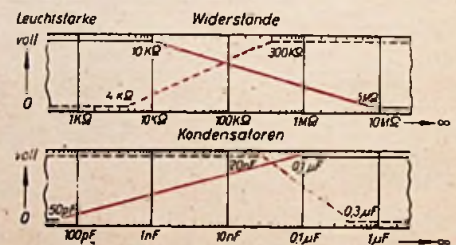

Abb. 3
3. Prufung auf Kurzschlu bei Widerstanden. Die Glimmlampe wird durch Einschalten des Schalters S zum Leuchten gebracht, die Prufspitzen werden bei 1—2 oder 1—3 angeschlossen. Die Lampe liegt parallel zu R_1 , erhalt also ca. 100 Volt. Auerdem wird der zu prufende Widerstand in Reihe mit R_2 , auch noch parallel zu R_1 , geschaltet. Bei Kurzschlu liegt R_2 allein parallel. R_2 ist nun so bemessen, da das Verhaltnis von $R_2 : R_1$ so weit verschoben wird, da die Spannung an der Lampe unter die Loschspannung sinkt. Vor der Inbetriebnahme uberzeuge man sich, da die Lampe auch wirklich erlischt, indem man die Prufspitzen bei 1 und 2 (oder 3) ansteckt und kurzschliet. Sollte die Lampe nicht verloschen (in erster Linie abhangig von der Toleranz der Widerstande), so ist R_2 um einige kOhm zu erniedrigen. Die Lampe soll aber auch nicht zu zeitig verloschen (R_2 probieren!). Bei dem Versuchsgerat konnten Widerstande herunter bis 4 kOhm gepruft werden. In Abb. 3 ist die Leuchtstarkenanderung bei der Kurzschluprufung gestrichelt gezeichnet, die ausgezogene Gerade ergab sich fur Durchgangsprufungen. Das Glimmlicht wurde ab 300 kOhm immer schwacher, um bei 4 kOhm ganz zu verloschen. In Zweifelsfallen ist sowohl die